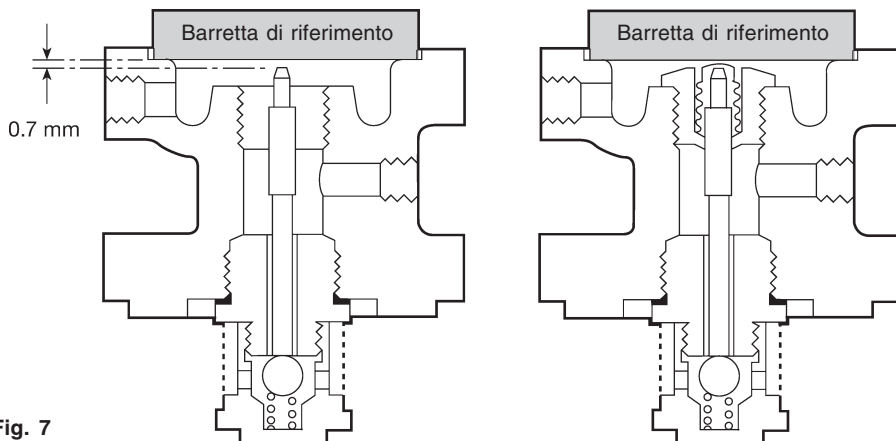

Fig. 7
2. Allentare il dato di bloccaggio (2) e ruotare la vite di regolazione (1) in senso antiorario fino a scaricare completamente la molla di regolazione.
3. Sfilare la rondella a "C" (3) da sotto il dado di blocco e togliere il coperchio di protezione (12).
4. Rimuovere la molla (6) ed il piattello spingi molla superiore (5).
5. Svitare i 4 dadi M10 (8) e togliere la custodia della molla (4), il piattello inferiore della molla (7) ed i diaframmi pilota (9).
7. Svitare i dadi (21) e togliere la camera del pilota (10) avendo cura di controllare che la molla (16) dell'otturatore principale rimanga correttamente posizionata sulla sommità dell'otturatore (17).
8. Svitare il gruppo sede / otturatore pilota (13), che comprende il filtro integrale di protezione (14), utilizzando una chiave a tubo da 27 mm; togliere anche l'asta del pilota (11).
9. Svitare il gruppo soffietto di tenuta (31) utilizzando una chiave a tubo da 24 mm. Se necessario sostituire il gruppo soffietto di tenuta.
10. Avendo rimosso il soffietto di tenuta, posizionare il nuovo gruppo valvola pilota (13) avvitandolo e serrandolo con una coppia pari a 115 N m.
11. Inserire dall'alto e posizionare l'asta del pilota (11) e controllare che rimanga un gioco di 0,7 mm tra la sommità dell'asta ed il bordo diritto di una barretta di riferimento posizionata sulla cavità di alloggiamento dei diaframmi (vedere fig. 7).
13. Controllare nuovamente con il bordo diritto di una barretta di riferimento che con la parte superiore del soffietto premuta leggermente sulla parte superiore dell'asta vi sia un leggero gioco, una semplice linea di luce fra il bordo diritto e la parte superiore del soffietto (vedere fig. 7).
14. Prima di rimontare la valvola, assicurarsi che i piani di serraggio delle guarnizioni sia lato blocco pilota che corpo valvola siano perfettamente puliti e che la molla (16) della valvola principale sia posizionata correttamente sulla testa dell'otturatore.
15. Montare una nuova guarnizione (15) e fissare il blocco della valvola pilota sul corpo mediante i dadi (21). Serrare i dadi con la coppia indicata in tabella 1.